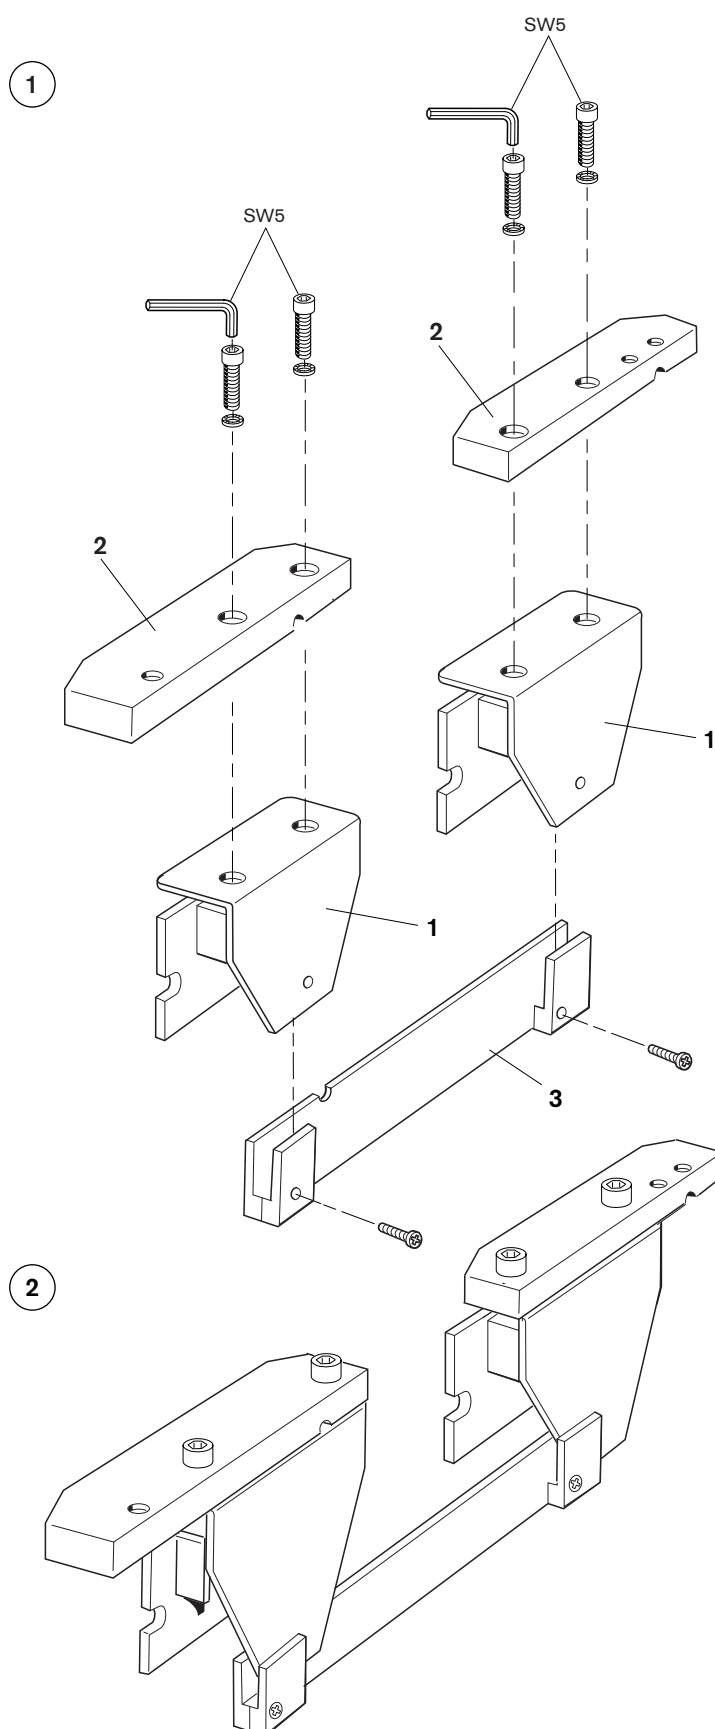

Fig. 5
1 Anschlagleisten (2) nach Fig. 5 auf beide Wippengrundkörper (1) montieren. Verbindungsleiste (3) mit Blechschrauben an Wippengrundkörper schrauben.
1 Mount stop rails (2) acc. to Fig. 5 onto both rocker bodies (1). Fasten connecting strip (3) to rocker bodies using sheet metal screws.
1 Monter les barres de butée (2) sur les deux corps de base de la bascule (1) selon la Fig. 5. Fixer la réglette de raccord (3) sur le corps de base de la bascule à l'aide des vis à tôle.